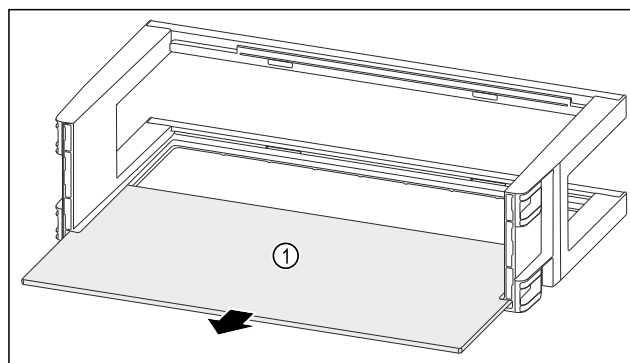

Fig. 91
- Rimuovere il ripiano Fig. 91 (1).